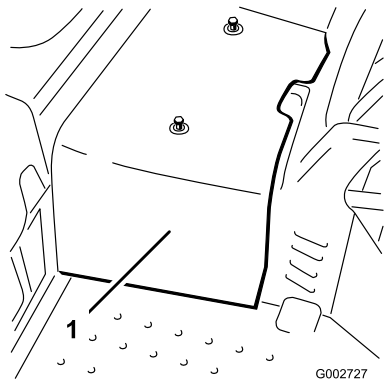

图43
2. 拧掉将中央护罩固定到机器的 2 个螺丝，然后取下护罩（图43）。